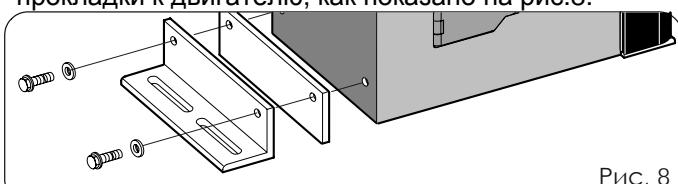

Рис. 8
1. Прикрепите крепежные уголки и антивibrационные прокладки к двигателю, как показано на рис.8.